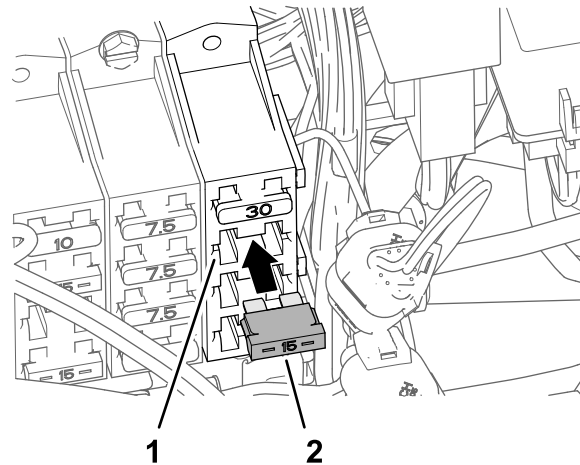

Figura 193
- Inserte el fusible (15 A) en la ranura 2 del bloque de fusibles 3 hasta que esté correctamente asentado (Figura 193).